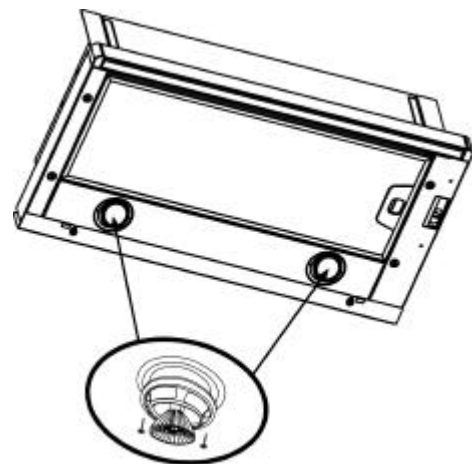

Fig. 16
1. Está formada por dos lámparas halógenas de 20 ó 35 W (**Fig. 16**).